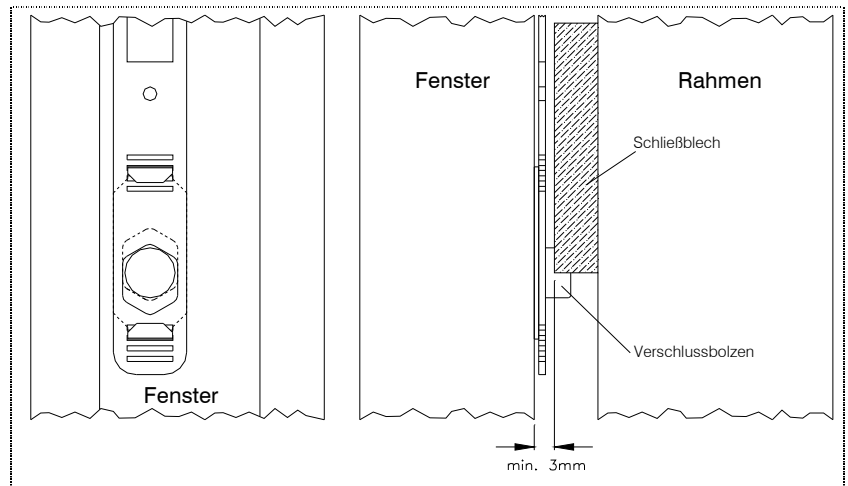

Bild 7 Montage Fixierblech / Mindestlage des Verschlussbolzens
- Der Abstand zwischen Schließblech und Fensterflügel sollte mindestens 3 mm betragen (siehe Bild 7).
Die nachfolgenden Montageabstände des Magnetschalters zum Magneten sind entsprechend der Bilder 2 und 5 einzuhalten. Es ist zu beachten, dass in der Stellung „geschlossen“ des Verschlussbolzens dieser **mindestens 50%** in das Schließblech eingefahren sein muss bevor die Meldelinie geschlossen wird (siehe Bild 7).
- Fixierblech durch Umbiegen der nach vorn überstehenden Laschen arretieren (siehe Bild 7).